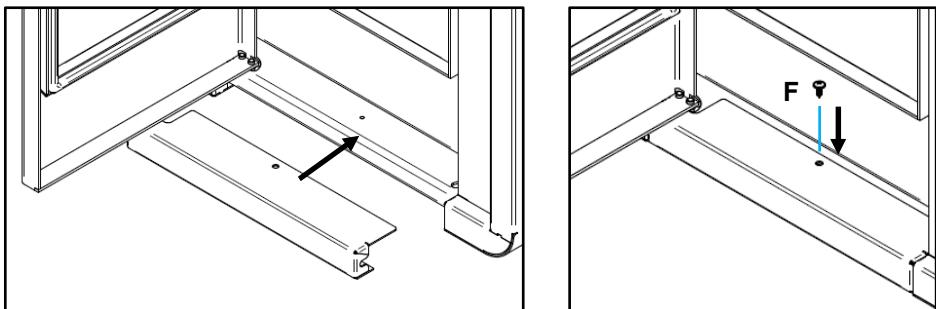

Figura 46 – Fixação do remate inferior Olive
- I) Para finalizar, fixar o remate inferior do equipamento como demonstra a Figura 46, abrindo a porta e encaixar a peça de remate inferior na base do equipamento, fazendo coincidir a furação da peça com a do equipamento e de seguida fixar com um parafuso F (DIN 7981 4,2x13) ou parafuso (ISO 3780 M5x12).